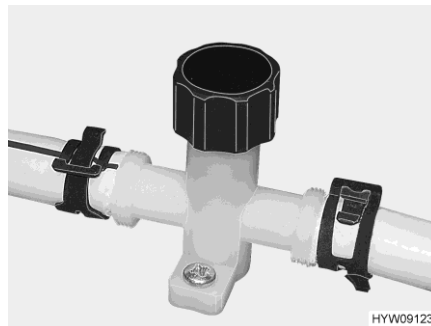
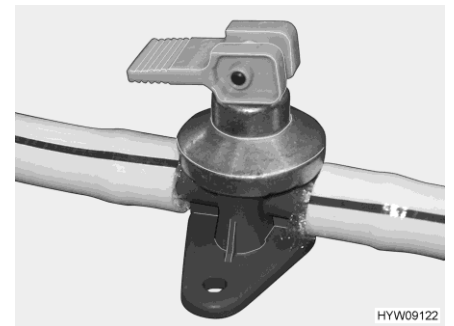

Fig. 125 Llave de desagüe (tubería de agua)
Fig. 126 Llave de desagüe (caldera Alde)
- Cerrar las llaves de desagüe. Para ello, girar el capuchón (Fig. 125) en sentido de las agujas del reloj y colocar el balancín (Fig. 126) en posición horizontal.
- Abrir las llaves de desagüe. Para ello girar el capuchón (Fig. 125) en sentido contrario a las agujas del reloj y colocar el balancín (Fig. 126) vertical.